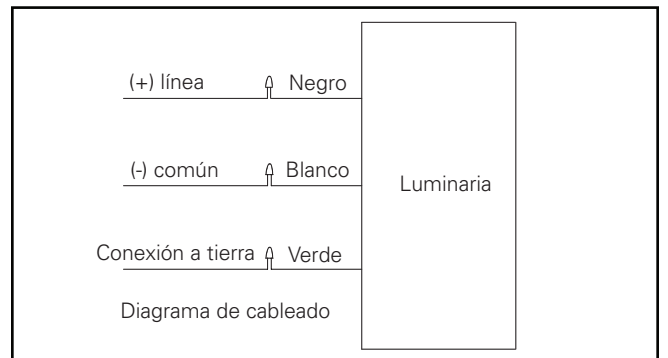

Figura 4.
2. Afloje sin extraer los (2) pernos centrales y (1) tornillo de sujeción.
5. Remítase a los diagramas de cableado para ver la conexión de la alimentación. (Figura 4.)
2. Extraiga los (2) tornillos de la placa de cubierta y la placa de cubierta con un destornillador Philips N. ° 2.
5. Realice las conexiones eléctricas según el diagrama de cableado y coloque las conexiones en el poste o en el soporte de montaje. (Figura 4.)
6. Afloje (3) tornillos de sujeción y deslice el adaptador deslizante en el poste o el soporte de montaje.
7. Coloque la luminaria en la dirección deseada y ajuste los (3) tornillos de sujeción a 10 pies-lb (13,56 Nm).
4. Remítase a los diagramas de cableado para ver la conexión de la alimentación. (Figura 4.)